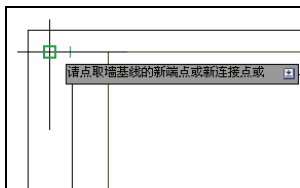

图 3-50 指定新端点
4) 重复调用“JXDQ”命令, 在绘图区中点取墙体基线的新端点, 如图 3-50 所示。